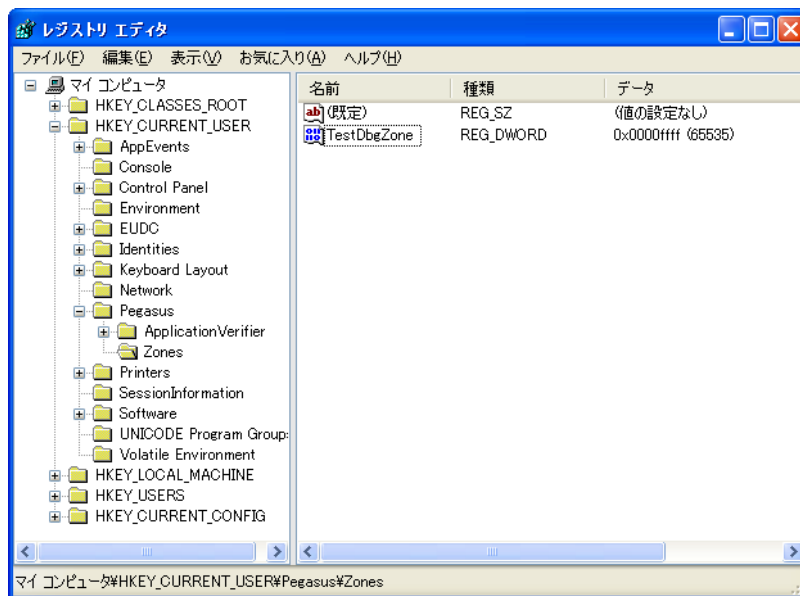

図 4-15 HKEY_CURRENT_USER\Pegasus\Zones: "TestDbgZone"=dword:FFFF
16. すべての 16 個の領域を有効にするには、値を 0xFFFF に設定します。これは 32 ビット DWORD 値では、下位 16 ビットに相当します (図 4-15 参照)。